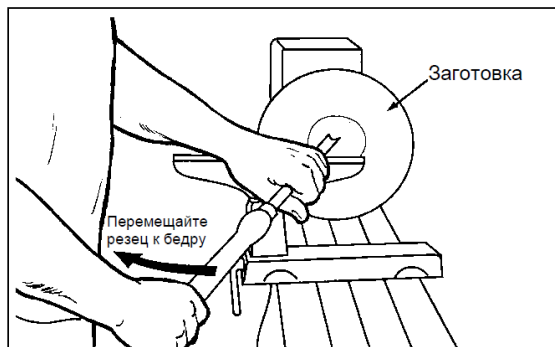

Рис. 10-11
5. Установите 13 мм резец для чаш на подручнике в центре заготовки так, чтобы желобок был повернут к верхней точке чаши. Рукоятка должна быть расположена под углом 30° к горизонту, как показано на Рис. 10-11.
6. левой рукой контролируйте режущий край резца, в то время как правая рука подтягивает ручку инструмента по направлению к туловищу (Рис. 10-11). Для получения гладкой изогнутой поверхности желобок резца должен двигаться от вершины наружного края чаши, поворачиваясь кверху так, чтобы смещаться вглубь чаши. По мере углубления резца в заготовку постепенно поворачивайте его к краю. Возможно, после углубления заготовки подручник придется повернуть.